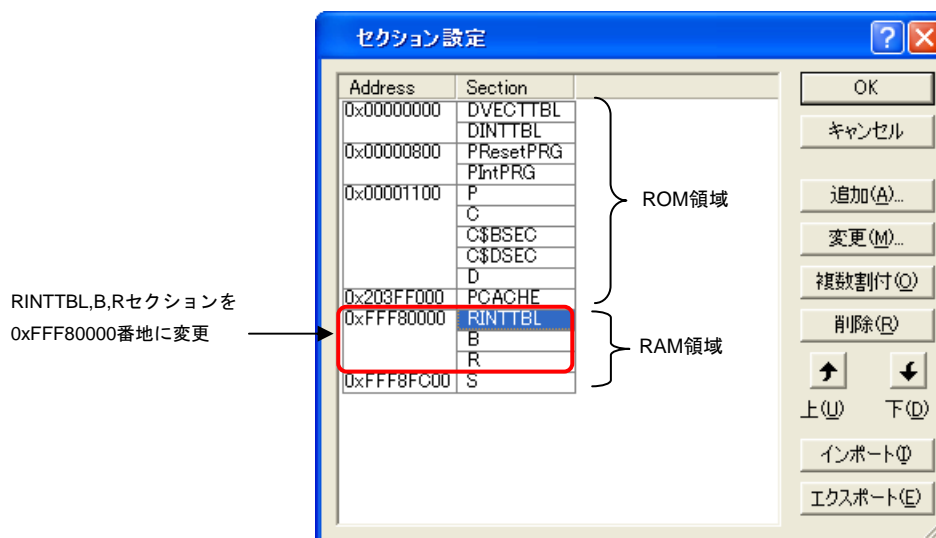

図5.3.19 セクション変更①
- (1) [セクション設定]ダイアログボックスにて、図 5.3.19に示すようにRINTTBLセクションを内蔵RAM領域に設定します。